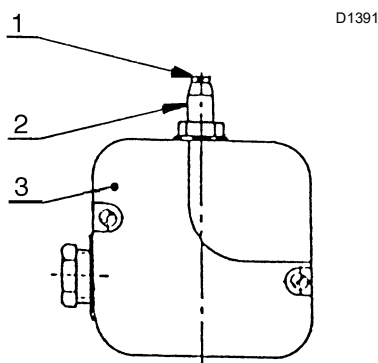

Рис. 35
5.11.6 Выпуск воздуха (Рис. 35)
Обозначения (Рис. 35)